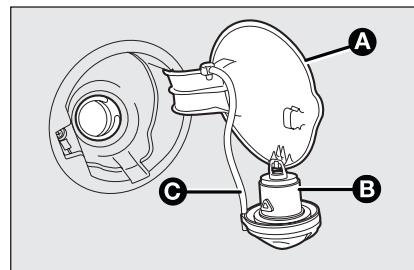

fig. 97
1) Abra el tapa **A**-fig. 97 tirando hacia afuera, mantenga sujeto el tapón **B**, introduzca la llave de contacto en la cerradura y gírela hacia la izquierda.